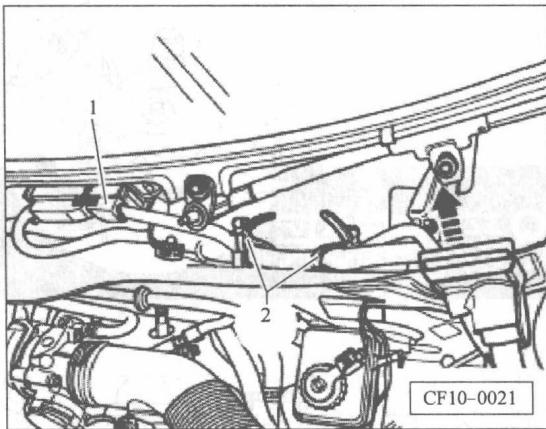

图 2-3 拔下线束插头
- ⑧ 从发动机控制单元上拔下线束插头 1，见图 2-3。
- ⑨ 松开卡子 2，沿箭头方向拔出线束压板，见图 2-3。